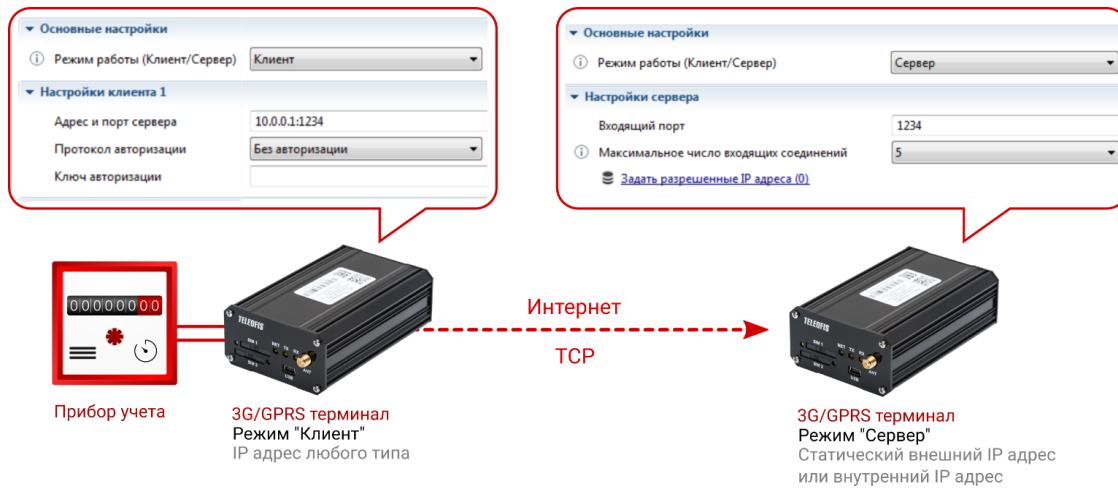

Рис. 19. Схема подключения WRX «Клиент» - WRX «Сервер».
*Предположим, IP адрес терминала «Сервера» – 10.0.0.1, и номер порта – 1234 (Рис. 19). При настройке терминала «Сервера» мы выбираем соответствующий режим работы и задаём в настройках сервера номер входящего порта: 1234. При настройке терминала «Клиента» мы указываем режим работы «Клиент», и в настройках клиента задаём адрес и порт терминала «Сервера»: 10.0.0.1:1234.*